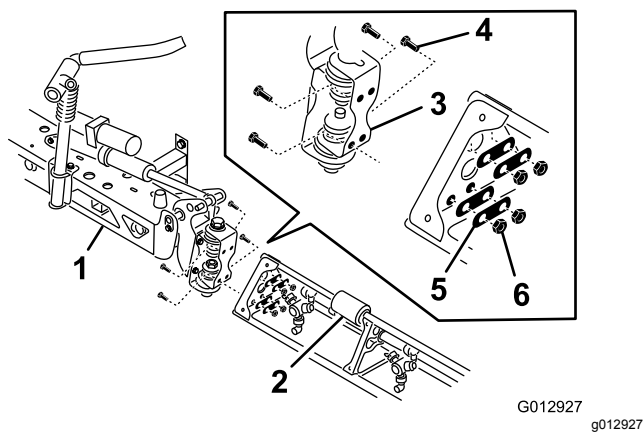

図 22
7. ヒンジプレートのところで、中央ブームにエクステンションブームを取り付けるステップ6で取り外したボルト4本、ワッシャ4枚、ナット4個を使い、図22のように取り付ける。